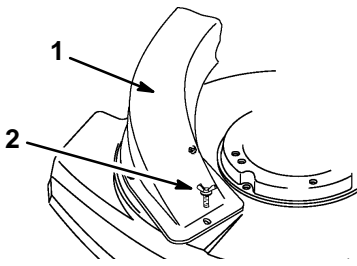

Figure 38
7. Fixer l'éjecteur à l'aide de la vis papillon (Fig. 38).